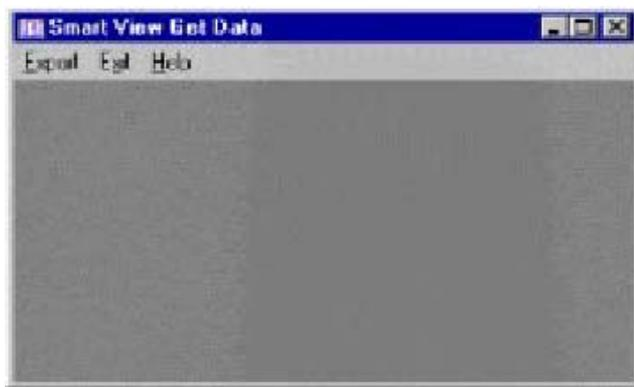

Рис. 3 Стартовый экран Getdata
2.1.1 Меню. Как показано на рис. 3, программа Getdata на панели главного меню на верхнем краю экрана имеет три отделения, они называются: